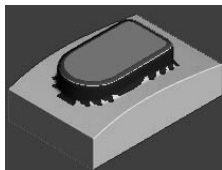

图 3-59 仿真加工结果
2) 在“仿真”工具栏的“当前刀具路径”下拉列表中选择要模拟的刀具路径 finish3, 然后单击“执行”按钮, 系统开始自动仿真加工, 仿真加工结果如图 3-59 所示。